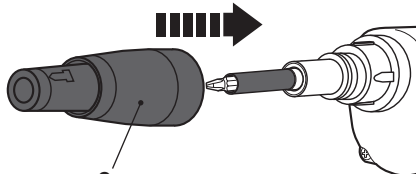

Fig. 3
- > Vuelva a colocar el collar de profundidad (3) en el producto (Fig. 3).